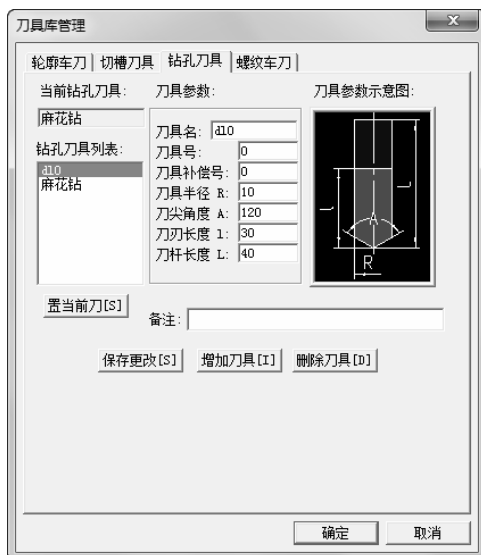
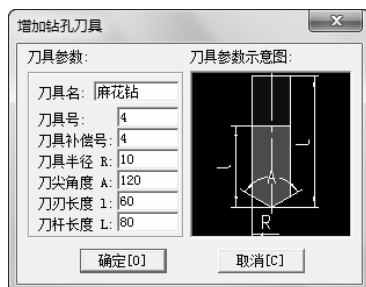

图 6-113 刀具库管理对话框
图 6-114 增加钻孔刀具
(4) 设置增加钻头 单击“钻孔刀具”选项卡，如图 6-113 所示。然后再单击“增加刀具 [I]”按钮，弹出“增加钻孔刀具”对话框，设置麻花钻参数如图 6-114 所示。